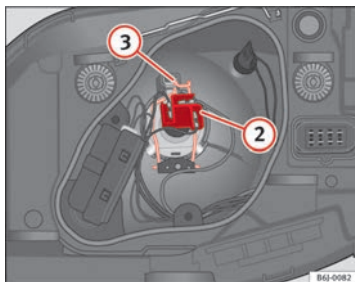

Fig. 158 Médios / máximos farol simples
- Retirar o conector ⇒ Fig. 158 ② da lâmpada.
- Desengate a mola de fixação ⇒ Fig. 158 ③ pressionando-a para dentro e para a direita.